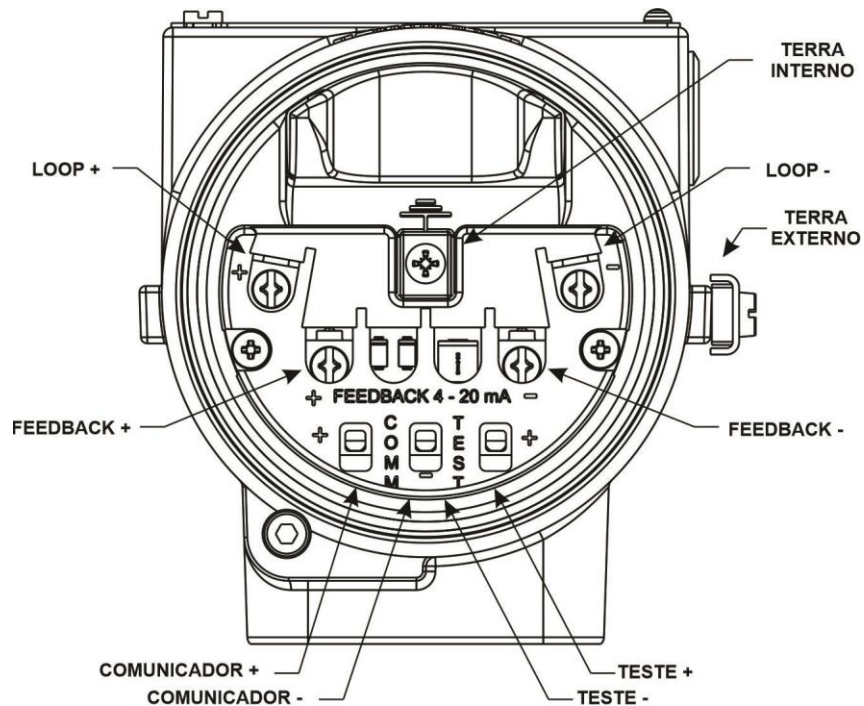

Figura 1.23 – Bloco de Terminais (borneira)
2. Conecte o terminal positivo do medidor de teste ao (TEST +) e o terminal negativo do medidor de teste ao (TEST -), conforme mostrado na Figura 1.23.
2. Encaixe os conectores (tipo garra ou pinça) da interface HART aos terminais COMM ou aos terminais de parafusos (+) e (-), no bloco de terminais do FY500, conforme mostrado na figura 1.23.